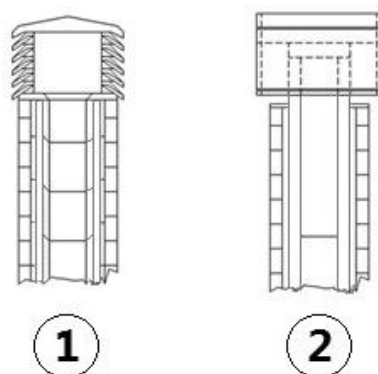

Fig. 5 - Extremos de chimenea antiviento
- AL. Controlar rigurosamente que haya sido instalada una cumbretera o sombrero anti viento **Fig. 5** según las normas vigentes. Del terminal, cumbretera o sombrero adecuado dependerá en gran medida la correcta evacuación de los humos y previene muchos problemas de instalación.
- Conducto de ventilación externo realizado enteramente en tubos inox aislados o sea con pared doble de mínimo Ø100/120 mm: todas las partes son bien ancladas al muro, con el extremo de chimenea antiviento (véase Fig. 5).